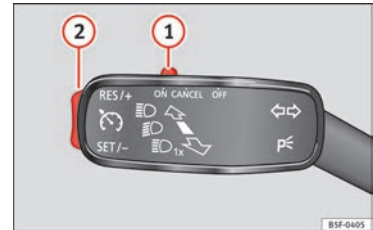

Abb. 48 Siehe Einbauort auf S. 9-10
- Die GRA anschließen: den Schalter  **Abb. 48**  in die Stellung **ON** schieben. Das System ist eingeschaltet. Da noch keine
- GRA aktivieren: drücken Sie die Taste » Abb. 48 ② im Bereich SET/-. Die aktuelle Geschwindigkeit wird gespeichert und geregelt.
- GRA vorübergehend abschalten: Schieben Sie den Schalter » Abb. 48 ① bis CANCEL oder treten Sie auf die Bremse. Regelung wird vorübergehend abgeschaltet.
- GRA wieder einschalten: Drücken Sie die Taste » Abb. 48 ② in RES/+. Die gespeicherte Geschwindigkeit wird erneut gespeichert und eingestellt.
- Gespeicherte Geschwindigkeit während GRA-Regelung erhöhen: Taste ② in RES/+ drücken. Das Fahrzeug beschleunigt bis zum Erreichen der neu gespeicherten Geschwindigkeit.
- Gespeicherte Geschwindigkeit während GRA-Regelung verringern: Taste ② in SET/- drücken, um die Geschwindigkeit um 1 km/h (1 mph) zu verringern. Die Geschwindigkeit wird bis zum Erreichen der neu gespeicherten Geschwindigkeit reduziert.
- GRA abschalten: Schalter » Abb. 48 ① auf OFF schieben. Das System wird abgeschaltet und die gespeicherte Geschwindigkeit gelöscht.